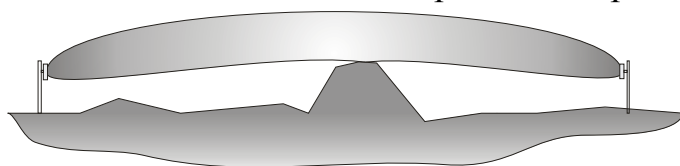

Рис. 10.1
10.1.1 Участок между БПРД и БПРМ изделия должен удовлетворять следующим требованиям: а) поверхность участка должна быть выровнена с точностью $\pm 0,3$ м на отрезке рубежа, где ЗО соприкасается с поверхностью земли. При больших положительных отклонениях верхние кромки препятствий могут образовывать достаточно мощные вторичные источники радиоволн или вообще экранировать БПРМ от БПРД. При ослаблении сигнала уменьшается соотношение сигнал/помеха, что может приводить к снижению периода ложных тревог. На рис. 10.1 показан случай, когда высота препятствия достигает высоты условной осевой линии, проведенной через центры БПРД и БПРМ. ЗО искажается, и образуются возможности для ее бесконтрольного пересечения в положении «согнувшись», да и любые изменения на верхней поверхности (кромке) препятствия сильно изменяют амплитуду полезного сигнала (изменяются свойства поверхности и вторичного источника излучения).